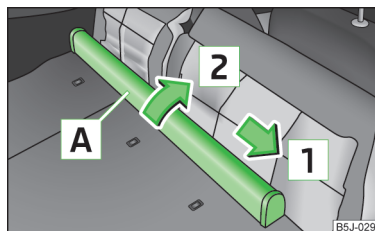

Fig. 55 Scaunele din spate: Carcasa peretelui despărțitor
- > Împingeți carcasa peretelui despărțitor din plasă [A] » fig. 55 în sensul săgeții [1] și scoateți-o din prinderea spătarului dreapta, în sensul săgeții [2].